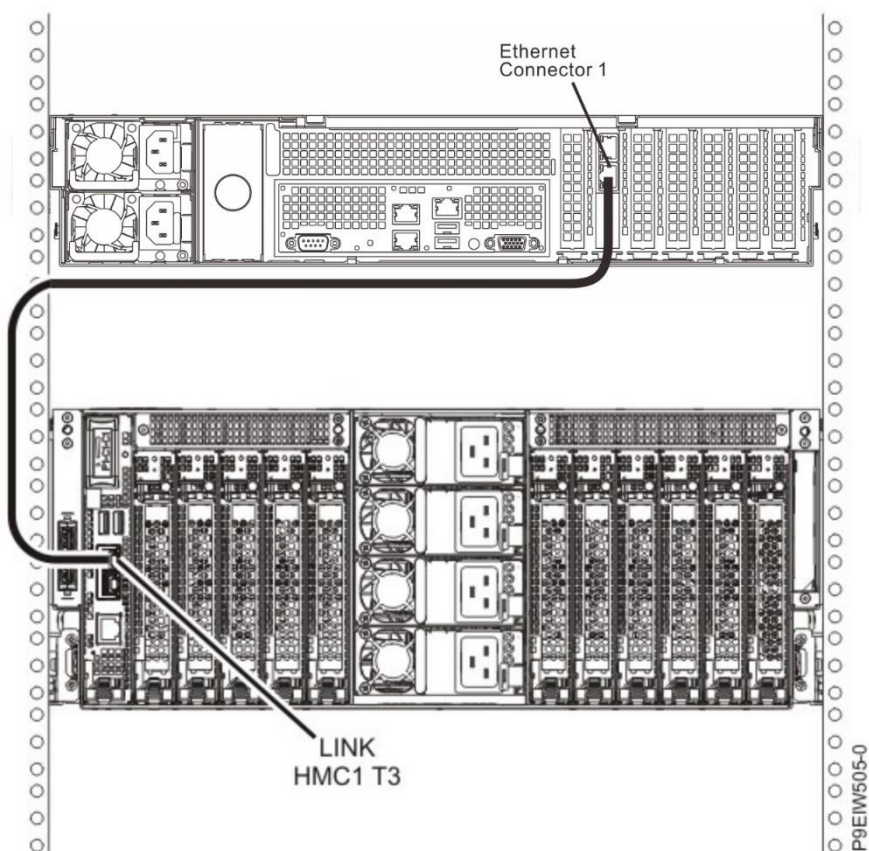
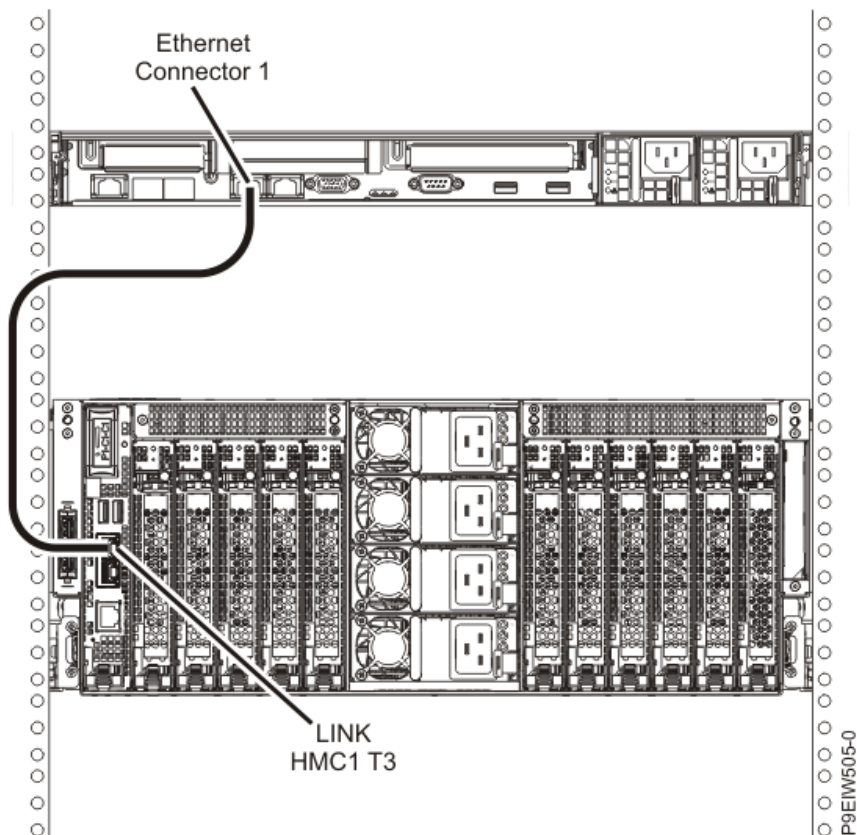

图 34 连接 HMC 到被管理的服务器
图 35 连接 HMC 到被管理的服务器
1. 如果您想直连您的 HMC 到被管理的服务器，连接 HMC 的 **Ethernet Connector1** 到被管理服务器的 **HMC1 (T3)** 端口。请参考与您相同型号的 HMC 连接方式，见图 34、或图 35。